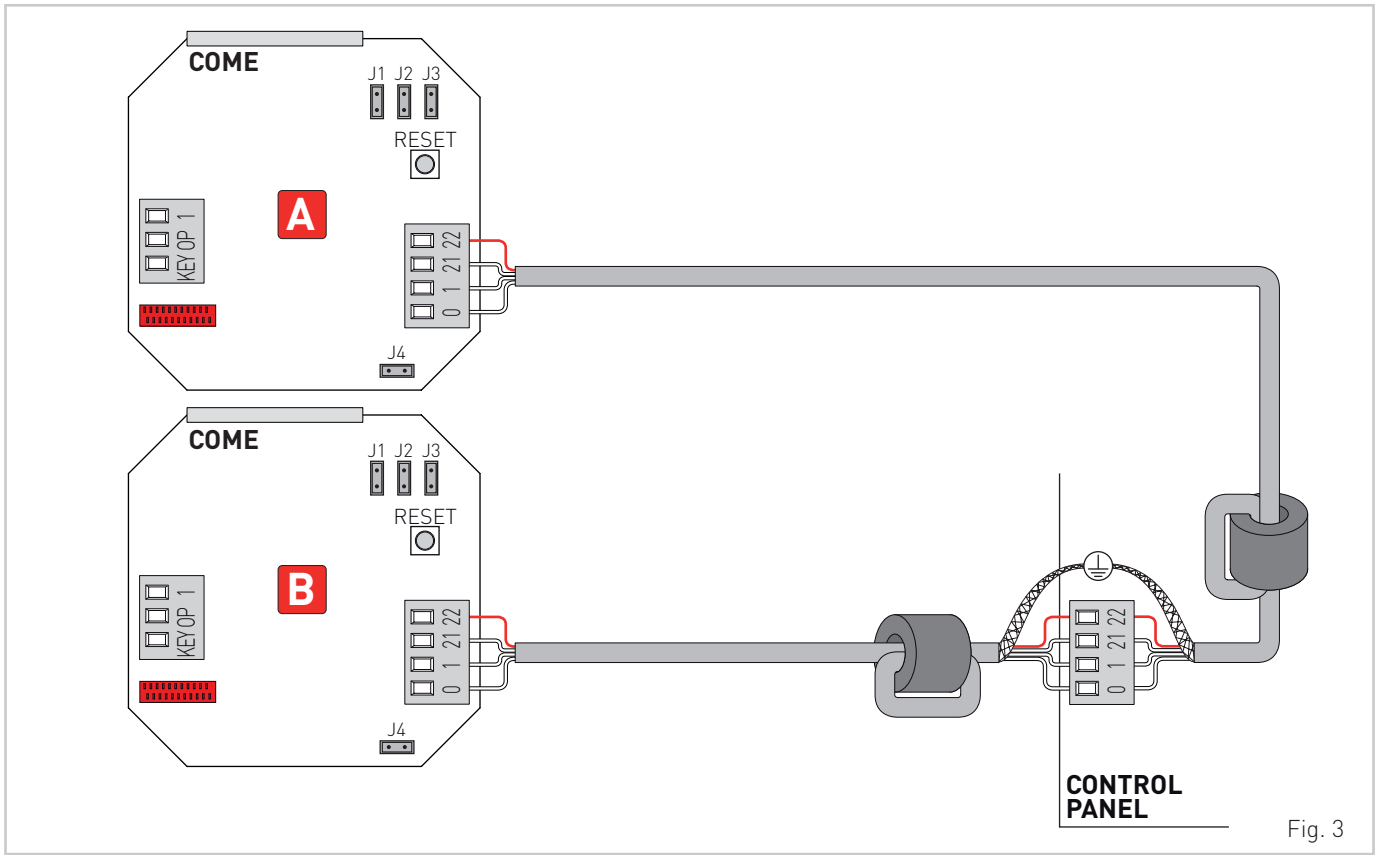

Fig. 3
- E' possibile collegare due selettori di funzioni COME ad un'unica automazione, come indicato in fig. 3.
- Two COME function selectors can be connected to one single automation, as shown in fig. 3.